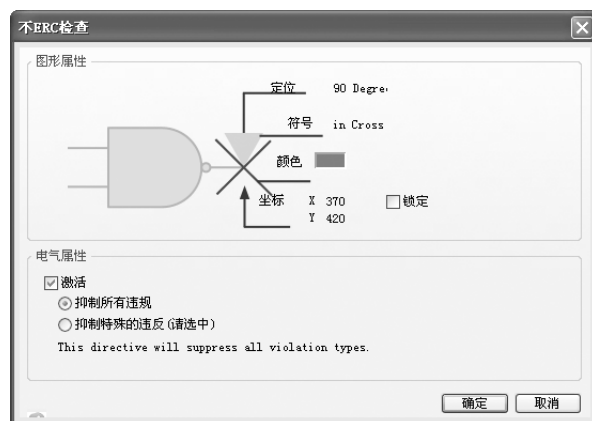

图 3-16 “不 ERC 检查”对话框
3) 设置忽略 ERC 测试点的属性。在放置忽略 ERC 测试点的过程中，用户可以对忽略 ERC 测试点的属性进行设置。双击忽略 ERC 测试点或在光标处于放置忽略 ERC 测试点的状态时按〈Tab〉键，弹出如图 3-16 所示的“不 ERC 检查”（忽略 ERC 测试点）对话框。在该对话框中可以对忽略 ERC 测试点的颜色及位置属性进行设置。